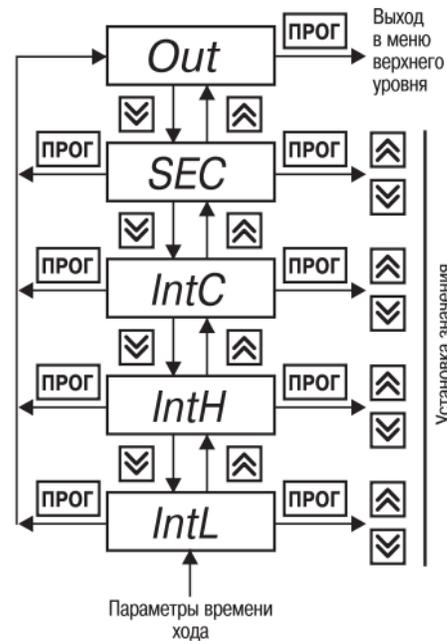

Рис. 18
6.2.2.7. Группа «LrL» предназначена для задания времени перемещения задвижки или затвора из одного концевое положение в другое (рис. 18). Код доступа для этой группы «_55».